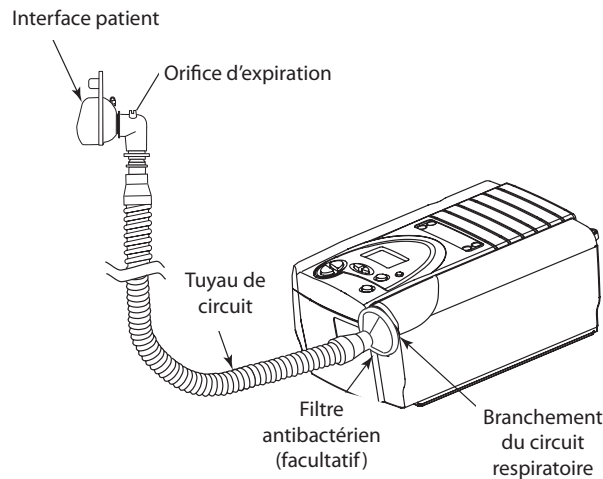

Figure 5–2 Exemple de circuit type
2. Si nécessaire, ajoutez un filtre antibactérien sur le raccord du circuit respiratoire (illustré à la Figure 5–2) et branchez le tuyau du patient en sortie du filtre antibactérien.
La Figure 5–2 présente un circuit complet (sans humidificateur).
AVERTISSEMENT : L'alimentation électrique sur secteur externe **doit** être placée debout, comme illustré à la Figure 5–3.